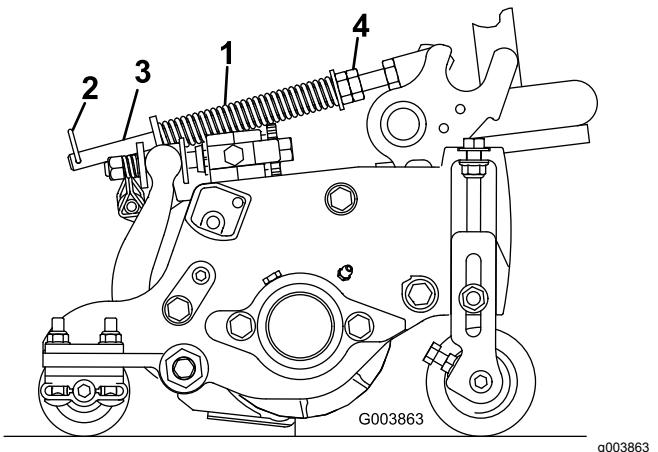

Рисунок 14
1. Убедитесь, что игольчатый шплинт вставлен в заднее отверстие штока пружины (Рисунок 14).
2. Затяните шестигранные гайки в передней части штока пружины так, чтобы сжатая длина пружины стала равна 12,7 см на машине с 5-дюймовыми режущими блоками или 15,9 см на машине с 7-дюймовыми режущими блоками (Рисунок 14).
Пружина компенсации состояния грунта переносит вес с переднего на задний каток (Рисунок 14). Это препятствует образованию на грунте волнообразных неровностей (так называемых «волн» или «тряск»).